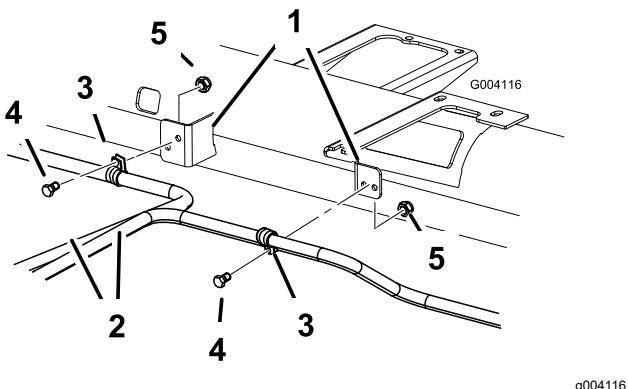

図12
1. 油圧チューブを、機体のフレームに図12のように固定する取り付け作業の開始時に取り外したRクランプとねじ2本、およびロックナットを使用する。